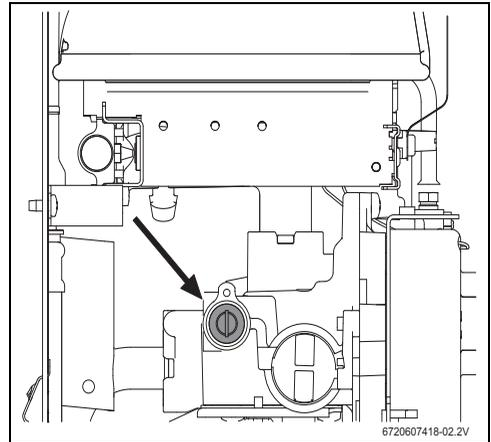

Fig. 13 Tornillo de ajuste del caudal máximo de gas
- ▶ Retirar la selladura del tornillo de ajuste (Fig. 13).
- ▶ Regular la presión del quemador máximo (tabla 11) utilizando el tornillo de ajuste del caudal de gas máximo (Fig. 13).